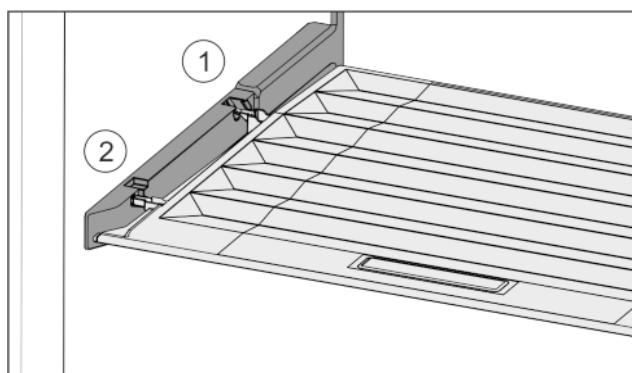

Fig. 29
- Пъхнете шийките на капака през отвора в задния държач Fig. 29 (1) и фиксирайте отпред в държача Fig. 29 (2).